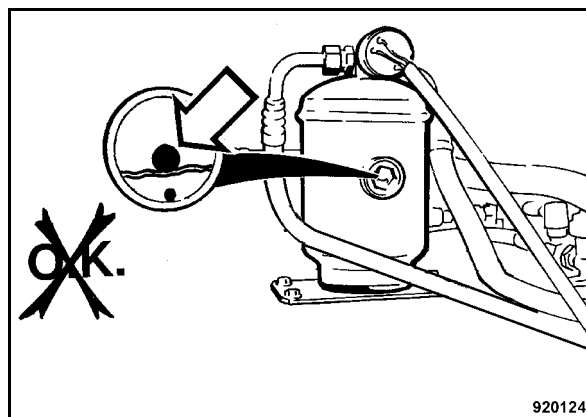

Fig. 147
- Si el flotador esférico blanco (Fig. 147) se encuentra abajo en el cristal de observación de la unidad secadora / colectora hay que informar el servicio posventa.